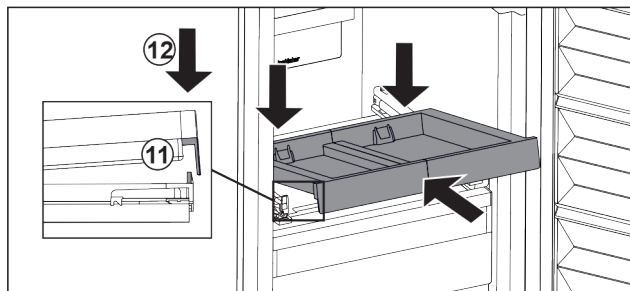

Fig. 127
- ▶ Skub skråt ind. Vær opmærksom på, at anslagets to sidder er bag lasken. Fig. 127 (11)
- ▶ Sæt udtrækshylden ned foran. Fig. 127 (12)